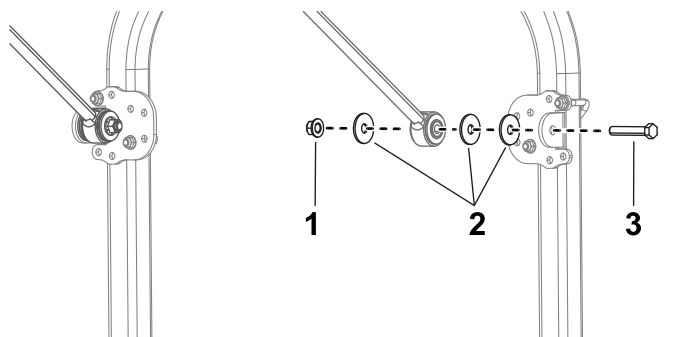

Figura 13
13. A cada lado de la máquina, instale provisionalmente un soporte de tirante en cada tirante con un perno ($\frac{1}{2}$ " x $2\frac{3}{4}$ "), 3 arandelas grandes y una tuerca con arandela prensada ($\frac{1}{2}$ "), tal y como se muestra en la **Figura 13**.